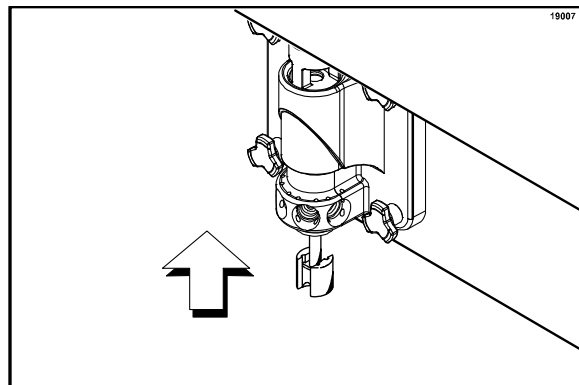

Рисунок 124
14. Вставьте вал лопасти спиннера в центр ведомого спиннера, и через полость раздаточного клапана, так, чтобы вал показался наверху раздаточного клапана. Лопасть спиннера должна быть совмещена и вставлена в ведомый спиннер в нижней части. Это позволит валу спиннера подниматься достаточно высоко, чтобы подключиться к муфте спиннера, в верхней части. (См. рис. 124)